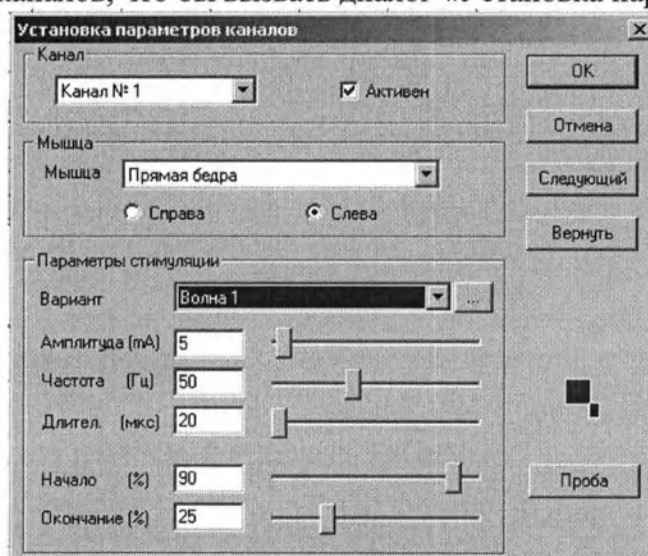

Рис. 8
8.10.1 Параметры стимуляции устанавливаются по каждому каналу. Дважды щелкнуть по строке нужного канала в таблице каналов, что бы вызвать диалог «Установка параметров каналов» (Рис. 8).